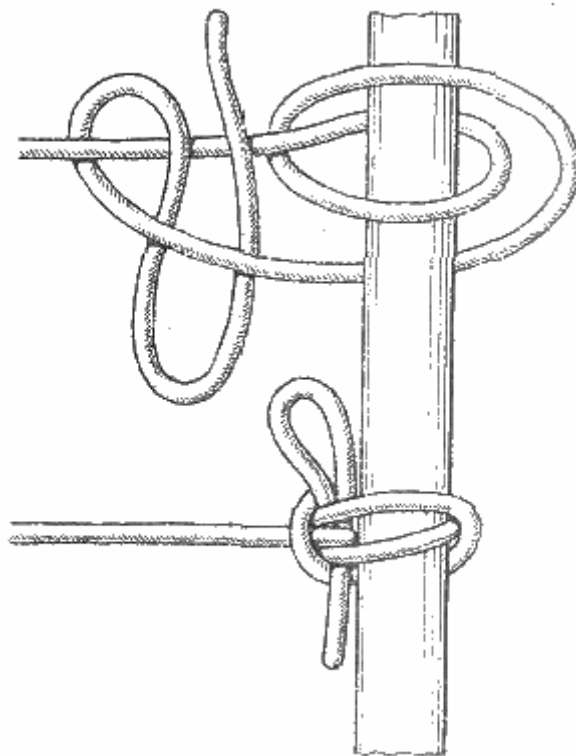

Рис. 101. "Мокрый" полуштык
**"Мокрый" полуштык** (рис. 101). Многие узлы, когда они намокнут, трудно развязать. Нередко случается, что в буквальном смысле слова концы приходится рубить. Именно для такой ситуации моряки и придумали узел с названием "мокрый полуштык". Его применяют для крепления фалиней и швартовов за кнехты, палы и битенги. Он рассчитан для сильной тяги и быстрой отдачи. Как бы сильно узел ни затянулся и при этом намок, его всегда можно быстро отдать.